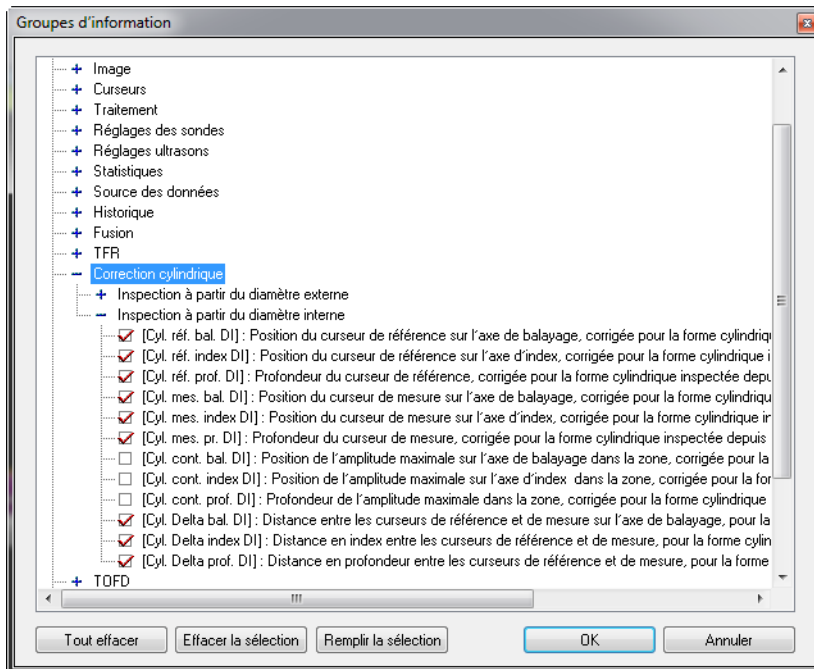

Figure 7-69 Sélection de paramètres liés au DI
1. Veillez à ce qu'au moins le curseur de référence (rouge) soit présent dans la vue de côté corrigé pour le volume (D) avant d'activer la correction cylindrique.
2. Sélectionnez les champs d'information applicables (liés au DE ou au DI) comme suit dans la vue d'extrémité (D) corrigée pour le volume :
- a) Cliquez dans la vue d'extrémité (D) corrigée pour le volume pour qu'elle devienne la vue active.
- e) Dans le groupe **Correction cylindrique**, cochez les cases de l'information applicable (voir l'exemple dans la Figure 7-69 à la page 431 illustrant une sélection de paramètres liés au DI).